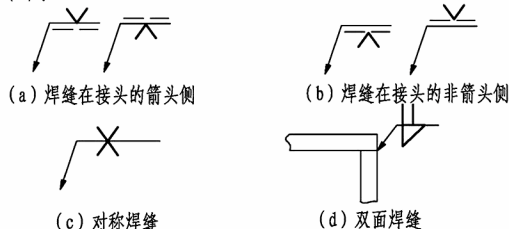

图3 基本符号与基准线的相对位置
- 基本符号在实线侧时，表示焊缝在箭头侧，参见图3(a)。基本符号在虚线侧时，表示焊缝在非箭头侧，参见图3(b)。对称焊缝允许省略虚线，参见图3(c)。在明确焊缝分布位置的情况下，有些双面焊缝也可省略虚线，参见图3(d)。